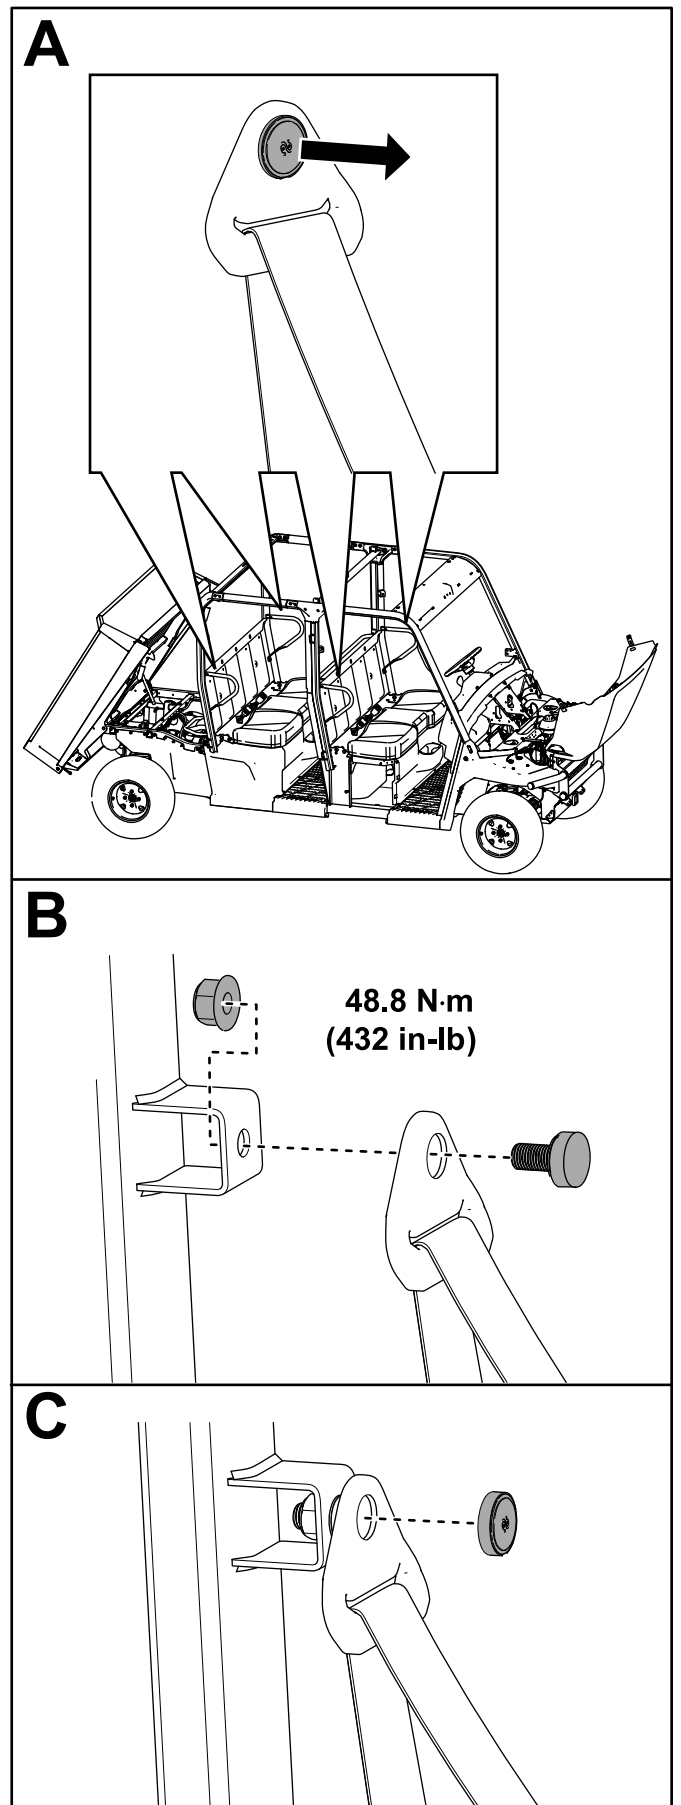

Figura 54
- A. Retire el tapón de la parte superior del cinturón de seguridad (Figura 54).
- B. Inserte el cinturón de seguridad en el soporte del cinturón de seguridad de la barra antivuelco y fije el cinturón con una contratuerca (7/16"), tal y como se muestra en la Figura 54.
Apriete la contratuerca (7/16") a 48,8 N·m, tal y como se muestra en la Figura 54.
- C. Instale el tapón (Figura 54).